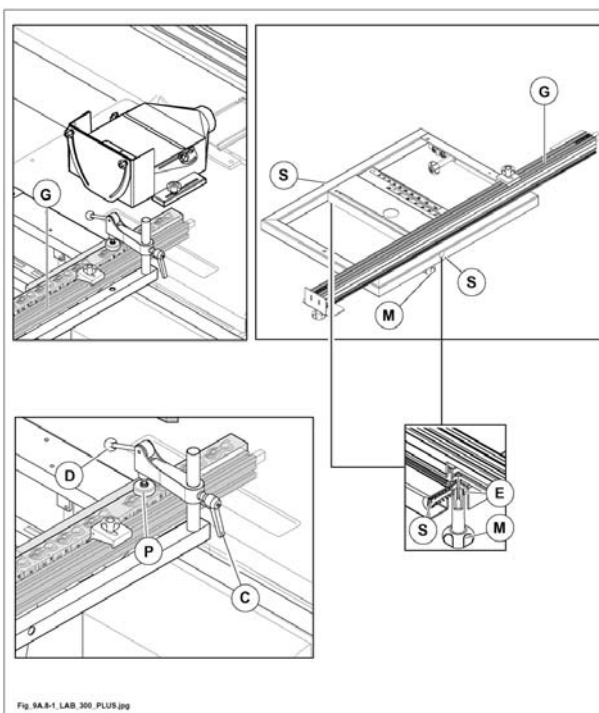

Fig. 9.8-1
- Posizionare la riga telescopica in modo da mandare il perno (E fig. 9.8-1) in battuta sul dispositivo (S fig. 9.8-1). Per far scorrere la riga allentare il pomello (M fig. 9.8-1).
- Appoggiare il legno contro la riga (G fig. 9.8-1), farlo sporgere verso l'utensile di una lunghezza maggiore rispetto alla profondità della tenonatura.
- Bloccare il pezzo con il piedino pressatore (P fig. 9.8-1) abbassando la leva (D fig. 9.8-1).
- Agire sulla maniglia (C fig. 9.8-1) per regolare l'altezza.
- Con la leva (D fig. 9.8-1) far scendere il piedino (P fig. 9.8-1) per serrare il pezzo da lavorare.